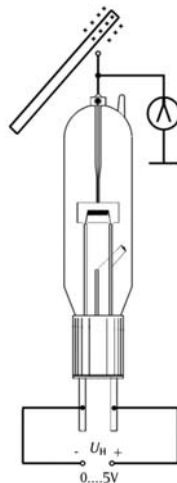

Fig. 1a Schaltungsaufbau zum Nachweis des Edison-Effektes mit Hilfe eines Elektroskops
- Schaltung gemäß Fig. 1a/b vornehmen.